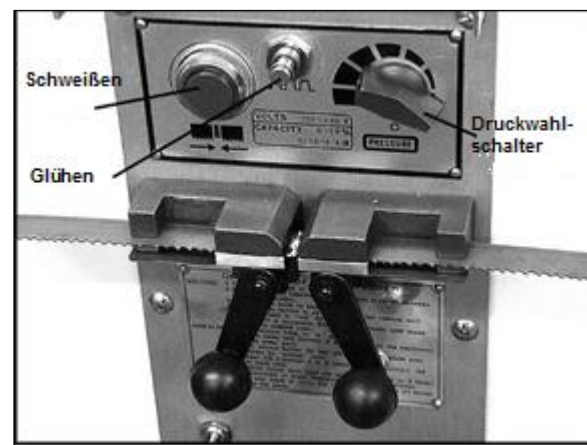

Abb. 13
3. Drehschalter (Abb. 13) nach unten auf „0“ stellen. HINWEIS: Beim Drehen des Knopfes ist ein gewisser Widerstand zu spüren.
7. Drücken und halten Sie die Schweißtaste (Abbildung 13). Durch Drücken des Schweißknopfes bewegt sich die linke Klemme nach rechts, um Druck auf die Blattenden auszuüben. Gleichzeitig entstehen beim Schweißen Funken an den Blattenden. Lassen Sie den Schweißknopf erst los, wenn die Naht „rotglühend“ ist.
3. Tippen Sie die Glühtaste (Abb.13) kurz an („jog“). Wiederholen Sie diesen Vorgang, bis ein leichtes rotes Leuchten im Schweißnahtbereich zu erkennen ist.